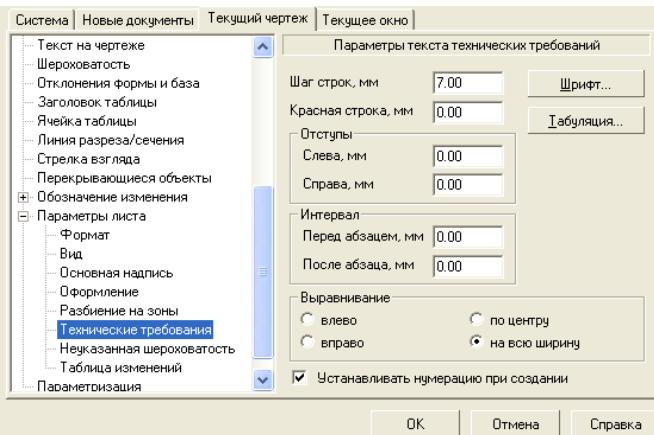

Рисунок 8.18 – Диалоговое окно Параметры с открытой вкладкой
- щелкните в дереве элементов чертежа по пункту *Параметры листа*, если он не раскрыт, а затем – по пункту *Оформление*. В правой части появится панель *Оформление*, показанная на рисунок 8.18.